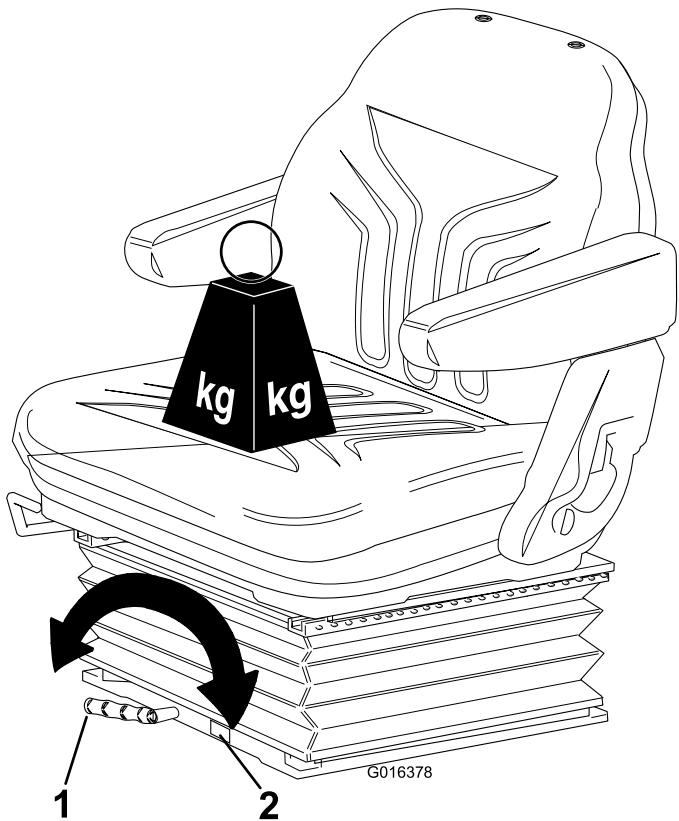

Figure 8
- **Réglage selon le poids de l'utilisateur :** Tournez la poignée dans le sens horaire pour augmenter la rigidité de la suspension et dans le sens antihoraire pour la réduire. Le cadran indique que le réglage optimal de la suspension a été effectué en tenant compte du poids de l'utilisateur (Figure 8).